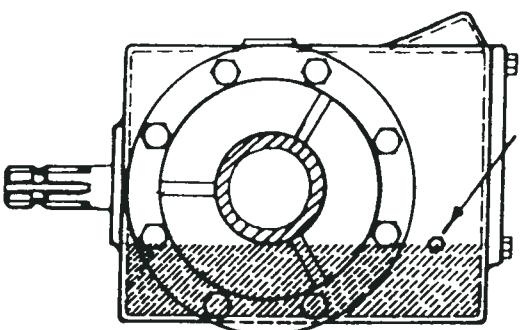

Fig. 1
- 6.- Nous recommandons pour la bonne conservation de la prise de force, laisser un jeu de 5 cm. quand l'appareil est placé en position travail (fig.1) Si vous ne pouvez pas faire le réglage correct, il faut rectifier la position de la machine, avec l'aide du fuseau du troisième pont.
Cette information doit être obtenue avec la machine travaillant à une profondeur moyenne (fig. 1).